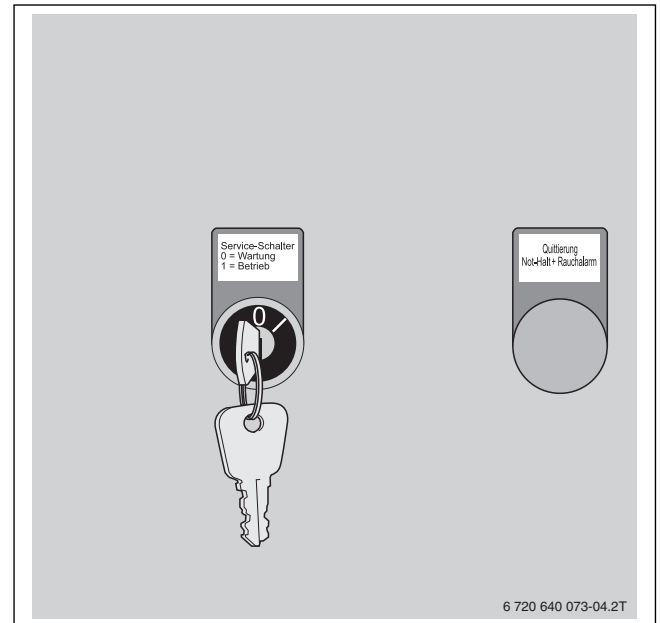

Bild 42 Serviceschalter in Stellung 0
- Serviceschalter auf Stellung 0 (Wartung) stellen (→ Bild 42).